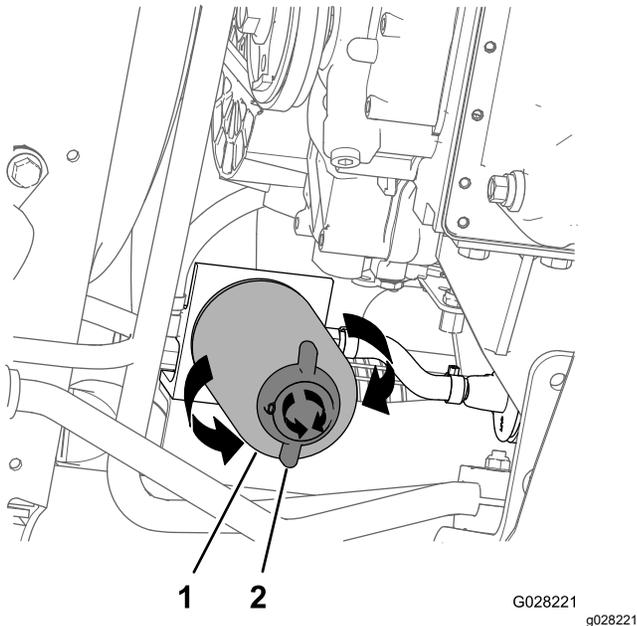

图 80
4. 在燃油滤清器下面放置一个放油盘请参阅 更换水分离器 \(页码 54\)中的 图 80。
2. 在水分离过滤器下面放置一个排油盘 图 80。
3. 逆时针旋转水分离过滤器底部的排水阀 图 80。
4. 清洁水分离过滤器和滤清器安装座周围的区域 图 80。
5. 拆下水分离过滤器 图 80。
9. 确保水分离过滤器底部的排水阀按照顺时针方向旋转牢牢拧紧 图 80。